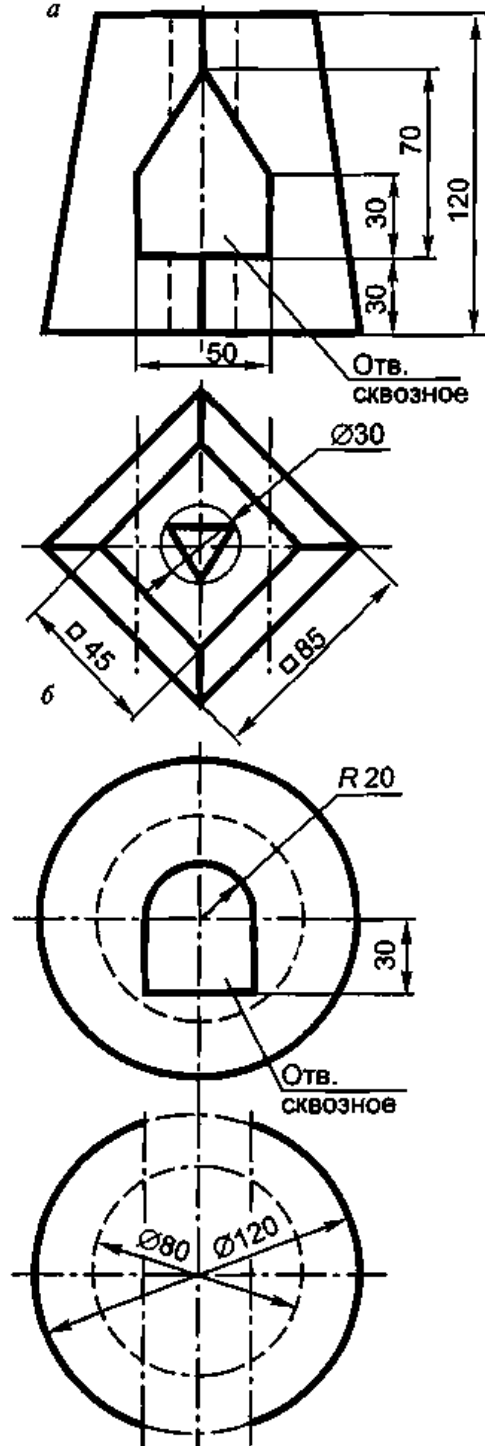

Рис. 2.36
26. Выполнить чертежи четырехугольной пирамиды (а) и пустотелой сферы (б) с окнами в трех проекциях с тремя разрезами каждой (рис. 2.36).